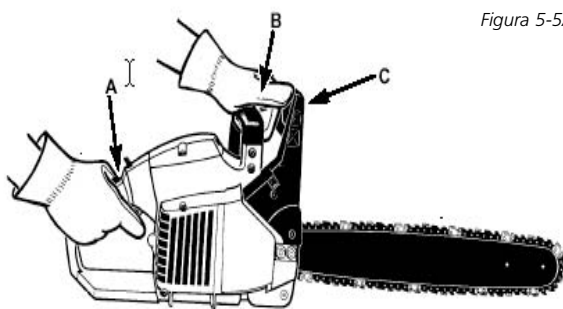

Figura 5-5A
3. Agarre el mango trasero (A) con la mano derecha (Figura 5-5A).
4. Con la mano izquierda, sostenga firmemente el mango delantero (B) (no la manija del freno de cadena [C]) (Figura 5-5A).
5. Apriete el gatillo de aceleración hasta 1/3 de aceleración, inmediatamente después active la manija del freno de cadena (C) (Figura 5-5A).